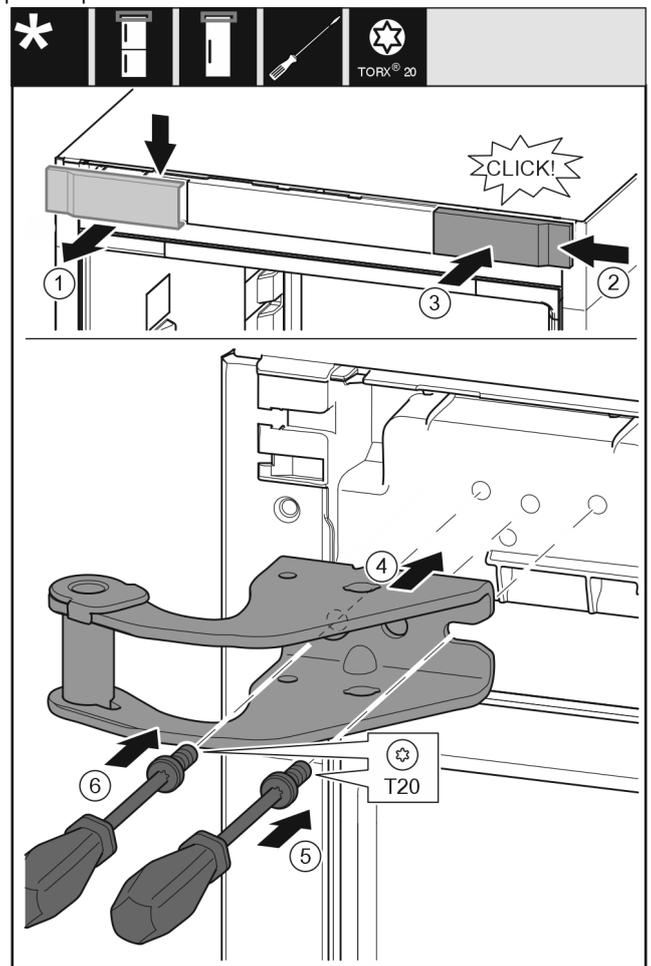

Fig. 31
- Retire la tapa desde la parte superior hacia el frente. Fig. 31 (1)
- Enganche por la derecha la cubierta girada 180° en el otro lado. Fig. 31 (2)
- Encaje la cubierta. Fig. 31 (3)
- Coloque el soporte de cojinete superior. Fig. 31 (4)
- Coloque y apriete el tornillo con el destornillador T20. Fig. 31 (5)
- Coloque y apriete el tornillo con el destornillador T20. Fig. 31 (6)